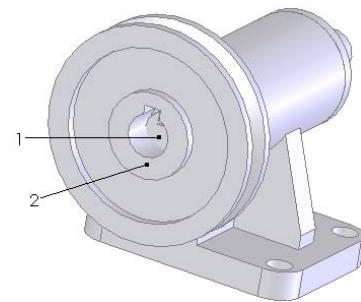

图 7-142 设置方向后的视图
**03** 设置视图方向。单击“视图”工具栏中的“旋转视图”图标 ，将视图以合适的方向显示，结果如图 7-142 所示。
**04** 添加配合关系。在菜单栏中选择“插入”→“配合”命令，将图 7-142 中的面 1 和面 2 添加为“重合”几何关系。